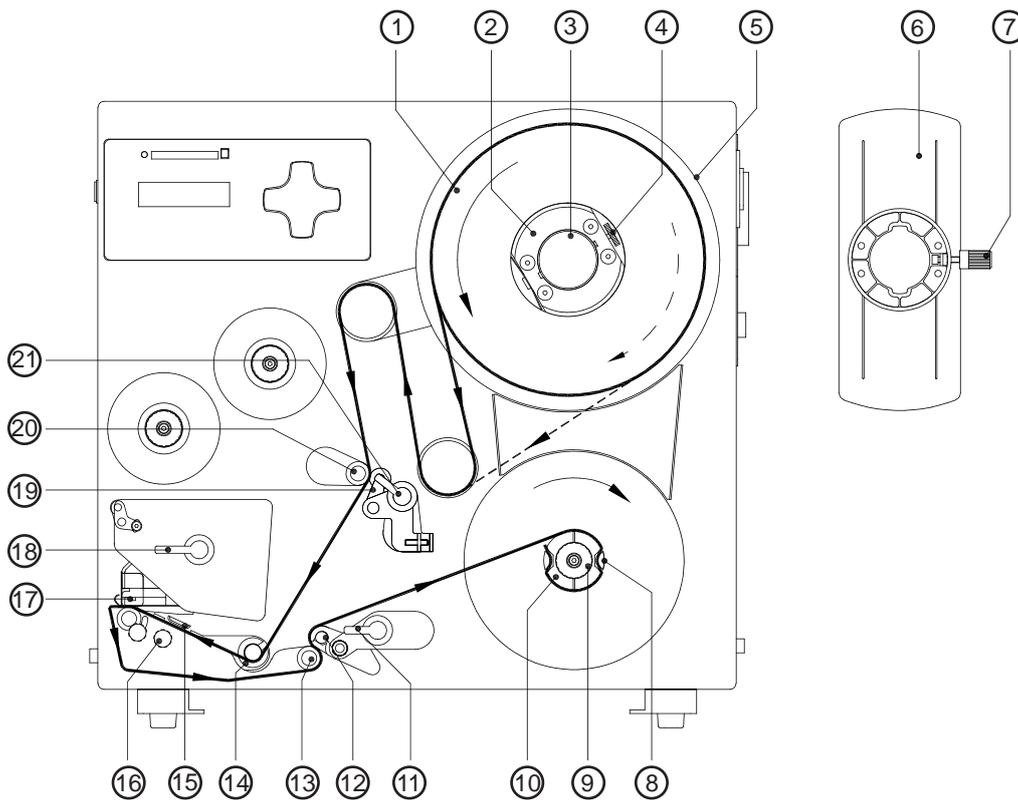

Figure 5b Engagement des étiquettes
1. Placer le rouleau d'étiquettes (1) sur le dérouleur interne (3), en veillant à bien le plaquer contre le flasque. Attention : l'étiquette sur la bande doit être visible du haut. Si vos étiquettes sont enroulées avec la face à l'extérieur, suivre la ligne continue, si les étiquettes sont enroulées avec la face vers l'intérieur suivre la ligne en pointillés.
2. Placer le flasque (6) sur le dérouleur interne (3), le plaquer contre le rouleau d'étiquettes (1), serrer la vis moletée pour fixer le flasque.
3. Tourner dans le sens des aiguilles d'une montre les leviers (11, 18 et 21) jusqu'en butée. Ouvrir le système de transport (12,13) ainsi que le système de transport arrière (19,20) afin de déverrouiller la tête d'impression thermique (17).
4. Déplacer le guide papier (14) au maximum vers la droite.
5. Dérouler la bande d'étiquettes et la placer selon la figure 5b. Attention à placer la bande d'étiquettes dans la cellule de repérage de l'étiquette (15).
6. Amener le support siliconé jusqu'à l'enrouleur interne après en avoir retiré les étiquettes (10).
7. Placer la bande d'étiquettes entre les griffes de l'enrouleur interne et les deux coques (8). Maintenir l'enrouleur interne, puis tourner la tête moletée (9) dans le sens inverse des aiguilles d'une montre et coincer la bande support.
9. Placer le guide d'étiquettes (14) contre le bord externe de la bande d'étiquettes.
10. Refermer dans le sens inverse des aiguilles d'une montre les leviers (11, 18 et 21), le système de transport (12,13) ainsi que le système de transport arrière (19,20) afin de verrouiller la tête d'impression thermique (17).